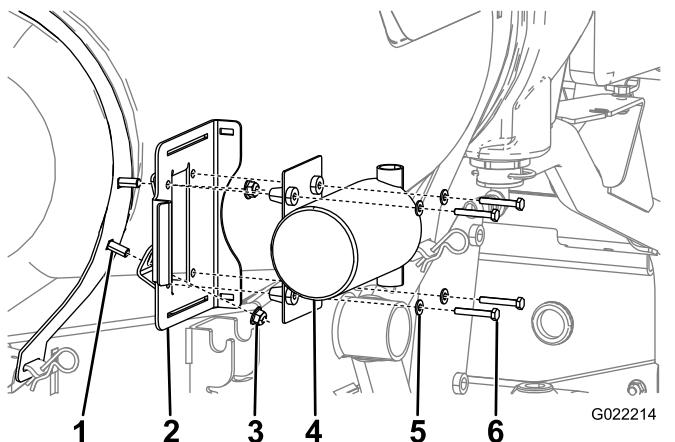

图 8
4. 使用 2 个凸缘螺母将冲洗泵安装支架固定到之前安装的托架螺栓上 图 8。
6. 使用 4 个螺栓和 4 个小垫圈将泵固定到机架上图 8。